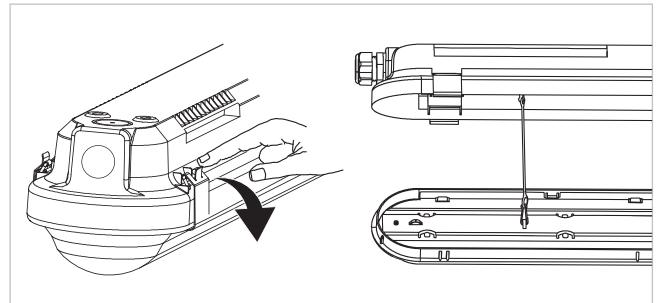

Abb. 6: Klemmen öffnen und Abdeckung entfernen
3. Halteklemmen öffnen und die Abdeckung entfernen. (Abb. 6)